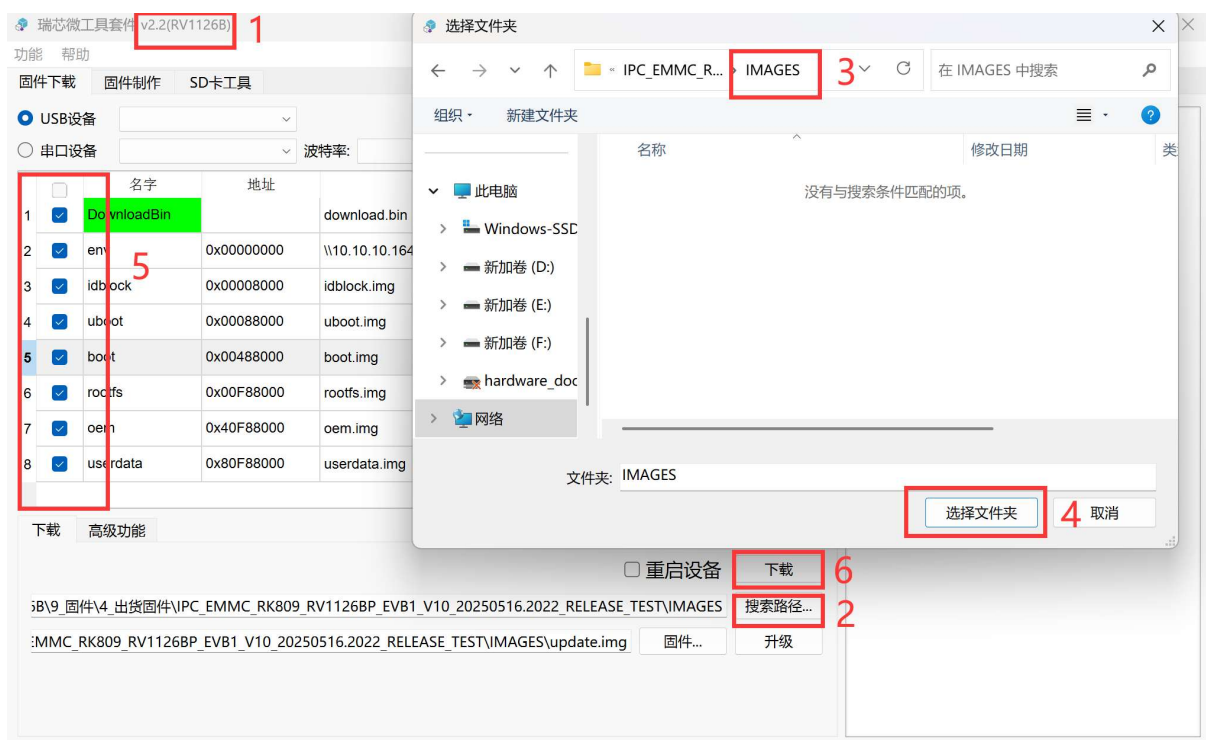

图 4-4 分立固件选择
- ① 打开工具选择 RV1126B，进入界面如图 4-4 选“搜索路径...”---选择分立固件文件夹“IMAGES”---点击“选择文件夹”---勾选需要下载各个分立文件---点击“下载”按钮